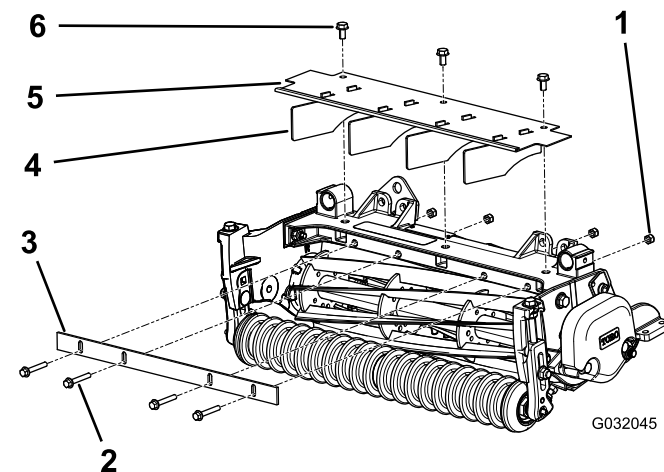

Figura 6
1. Monte provisionalmente la barra de corte en el bastidor de la unidad de corte con 4 pernos (1/4" x 1 3/4") y 4 contratuercas (1/4"); consulte Figura 6.
3. Apriete los pernos y las contratuercas (Figura 6).
1. Retire los 3 pernos con arandela prensada que sujetan la placa deflectora de hierba al bastidor de la unidad de corte (Figura 6).